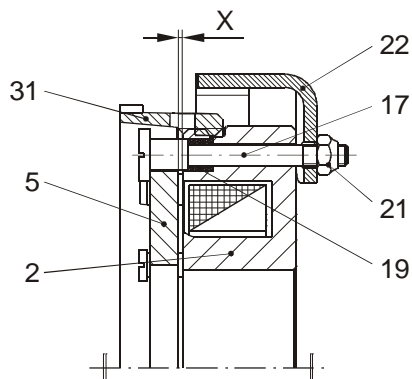

Fig. 2
La cote de réglage X (entrefer entre le disque de freinage (5) et le porte-bobine (2)) est indiquée dans le tableau 1 et à la figure 2. Le contrôle de la cote de réglage s'effectue à travers les 3 trous de contrôle sur le carter gradué (31). Les trous sont fermés par les bouchons en plastique.